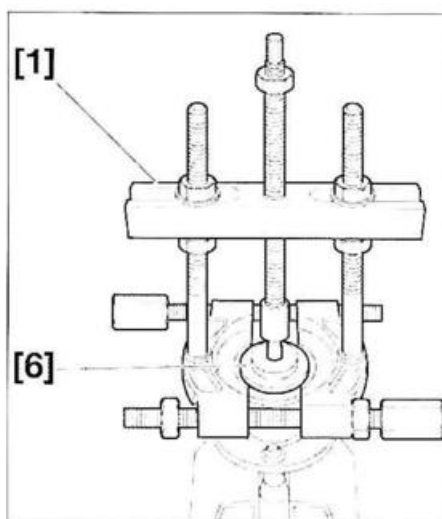

FIG. 21
- Colocar los útiles [6] y [1] (extractor Facom U53 (K2+T2) ref. 4108-T) (fig. 21).
- Extraer la pista interior (2) del rodamiento con el extractor.